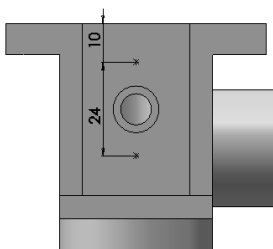
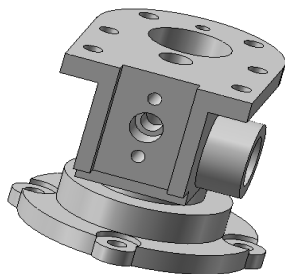

图 7-120 改变孔的位置
图 7-121 创建正面 M6 螺纹孔特征
4) 改变孔的位置。在 FeatureManager 设计树中右击选择“M6 螺纹孔 2”中的第一个草图, 在弹出的快捷菜单中单击“编辑草图”命令, 利用草图工具确定两孔的位置, 如图 7-120 所示。单击“孔规格”属性管理器中的 ✓ (确定) 按钮, 生成的正面 M6 螺纹孔特征如图 7-121 所示。